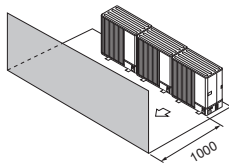

Fig. 2-17
- (3) Obstrucție sau suprafață închisă numai în față (Fig. 2-17)